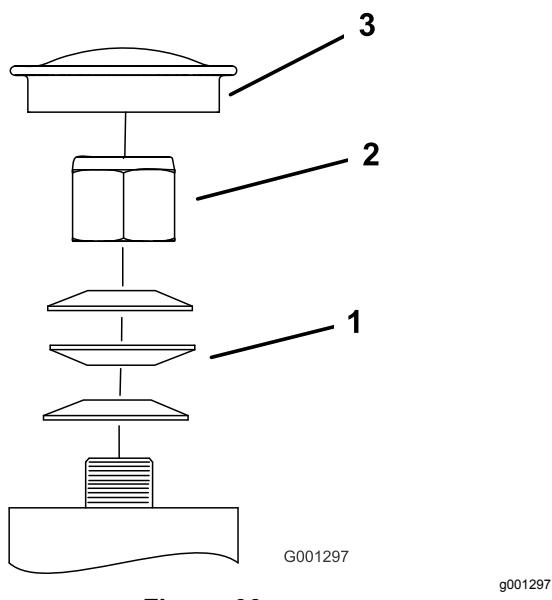

Figure 66
3. Retirez le capuchon antipoussière de la roue pivotante et serrez le contre-écrou (Figure 66).
4. Continuez de serrer le contre-écrou jusqu'à ce que les rondelles élastiques soient aplatis, puis desserrez-le de 1/4 de tour pour obtenir la précharge correcte des roulements (Figure 66).
Important: Veillez à placer les rondelles élastiques comme montré à la Figure 66.
5. Reposez le couvre-moyeu (Figure 66).